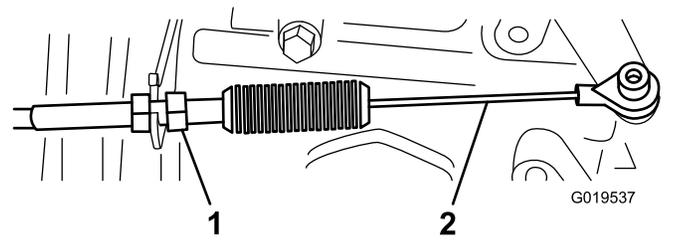

図 64
なるようにアクセルケーブル **図 64** のボールジョイ
3. ロックナットを締めつける **図 64**。